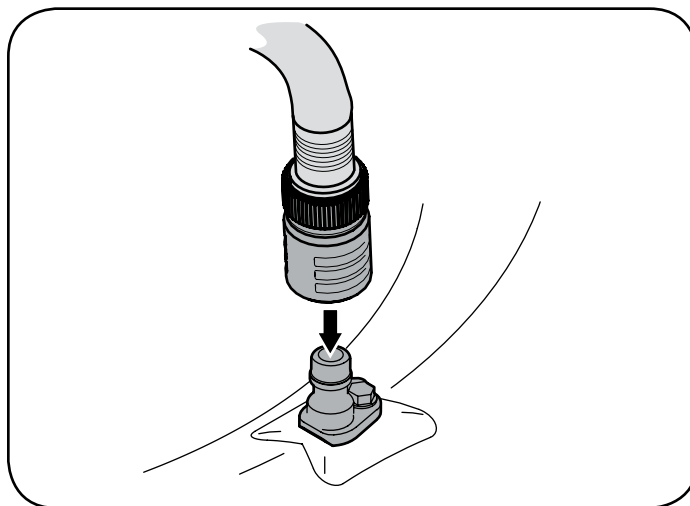

Figura 44
4. Una el acople de la manguera al puerto de agua que se encuentra en la superficie de la plataforma. Vea la Figura 44.